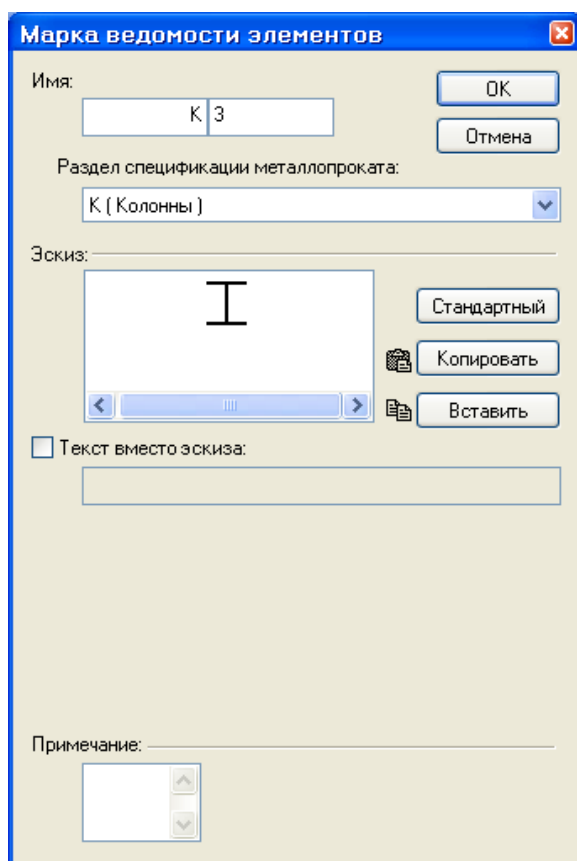

Рис.13.16. Диалоговое окно **Марка ведомости элементов**
- В новом окне **Марка ведомости элементов** (рис.13.16) в раскрывающемся списке **Раздел спецификации металлопроката** выделите строку **К(Колонны)** и щелкните по кнопке **ОК**.